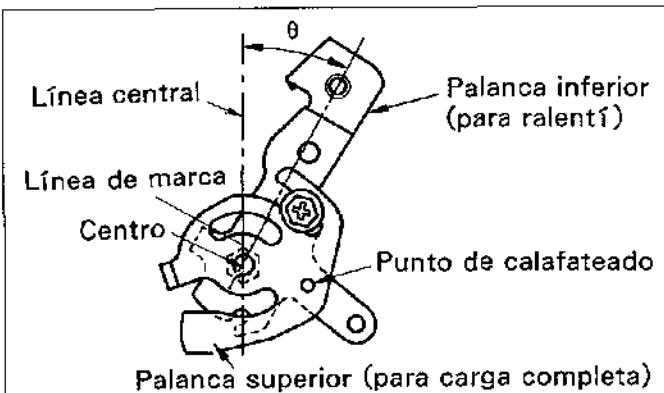

Figura.14-56 Tipo de dos palancas
- 2) Cuando es necesario reemplazar la palanca, no la desmonte; reemplace el juego entero por otro nuevo. Antes de reemplazar la palanca, mida el ángulo como se muestra en la figura.14-56 y reemplácela por otra que tenga el mismo ángulo θ .